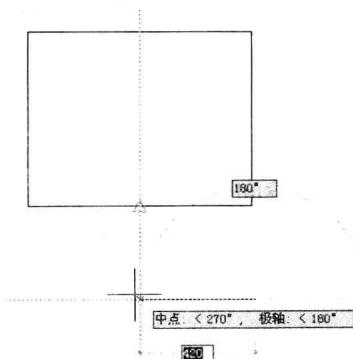

图 1-13 对象追踪
- 对象追踪：参照现有对象定义新点的位置。该开关处于打开状态时，用户可以通过捕捉对象上的关键点，然后沿正交方向或极轴方向拖动光标，系统将显示光标当前位置与捕捉点之间的关系。找到符合要求的点时，直接点取。图 1-13 表示了捕捉矩形下边的中点向下 ( $270^{\circ}$ ) 420 单位的点。触发该开关，在命令行上会显示“<对象捕捉追踪 开>”或“<对象捕捉追踪 关>”的提示信息。